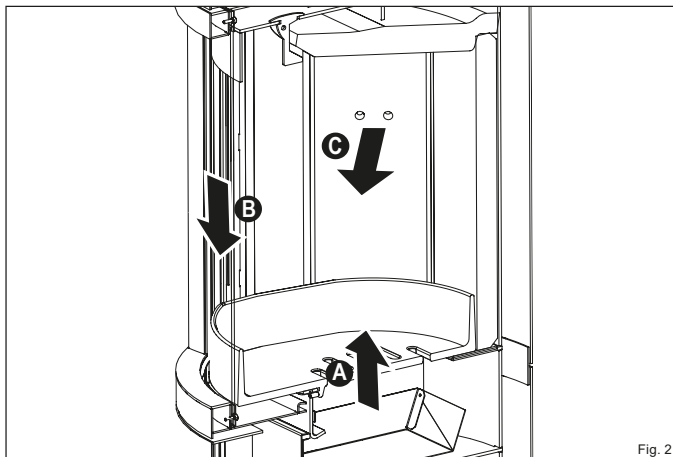

Fig. 2
- Les catalyseurs **iQ+** (Fig. 2, pos. 5) réduisent non seulement le monoxyde de carbone mais aussi les particules et les hydrocarbures.